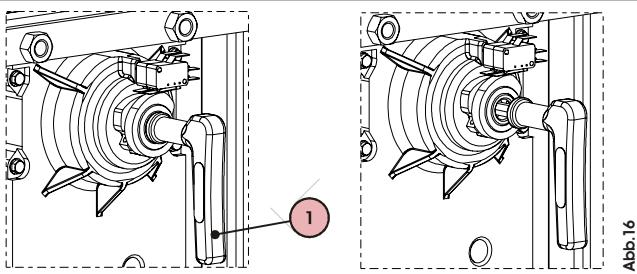

Abb.16
- Den Spezialschlüssel im Pfosten in die Entriegelungsöffnung (Abb. 16 - Bez. 1) einführen und im Gegenurzeigersinn einige Male bis zum mechanischen Anschlag drehen.